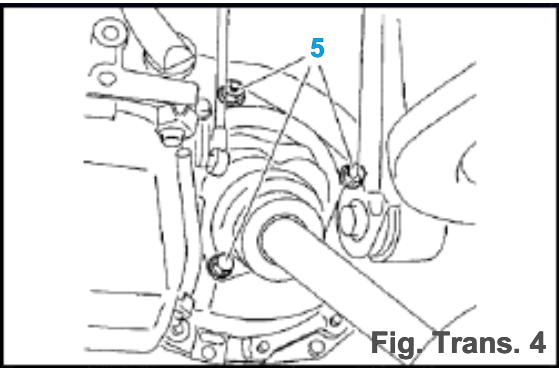

Fig. Trans. 4
- Quitar los tornillos y la tuerca (5) (Fig.. Trans 4).